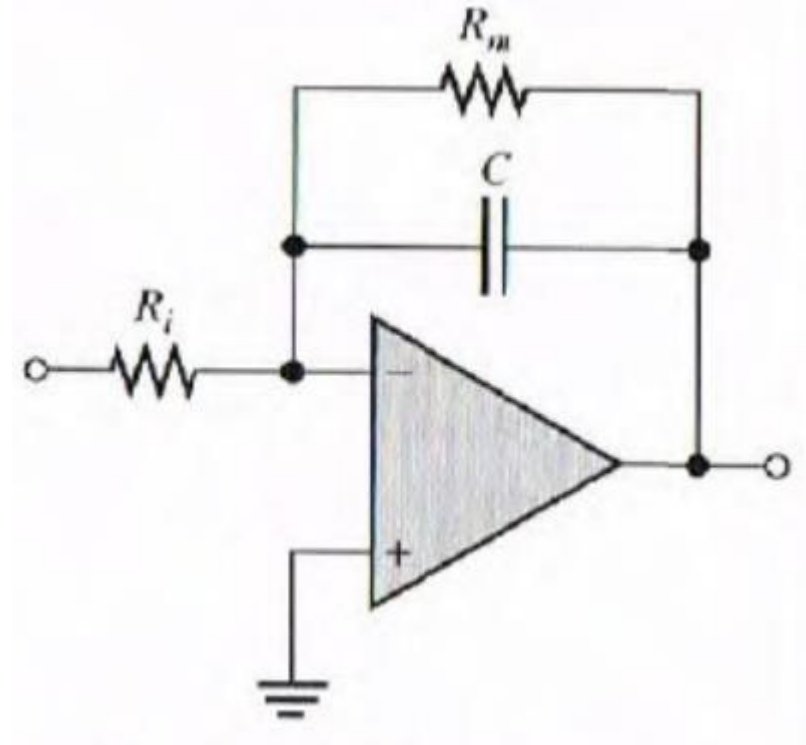

FIGURE SN8-1 A Miller integrator.
- Hoe oplossen? Door een hoge weerstand in parallel met de condensator te plaatsen (zie fig. SN8-1) wordt de versterkingsfactor voor DC beperkt waardoor de integrator niet meer naar saturatie drift.